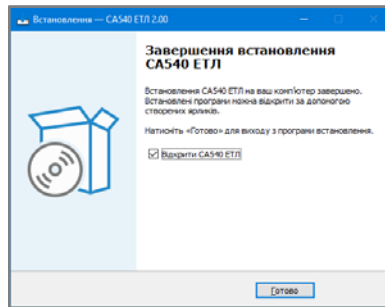

Рисунок 8.7
6) На екрані з'явиться вікно (рисунок 8.7). Для завершення встановлення програми клацнути по кнопці **Готово**, на Робочому столі з'явиться ярлик "CA540 ЕТЛ".